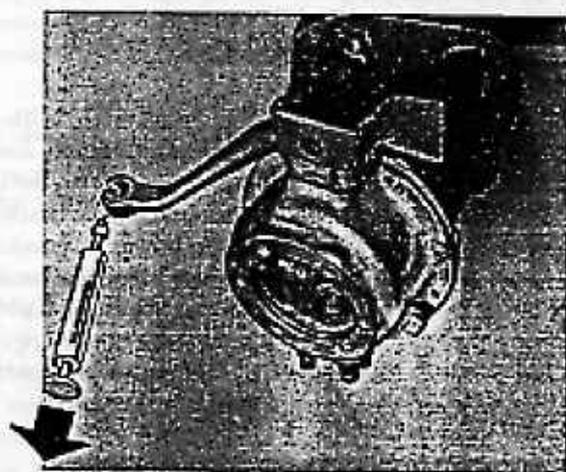

FIGURE 65. — Vérification de la tesson du carter de fusée
O. — Réglage du carter de fusée (fig. 65).